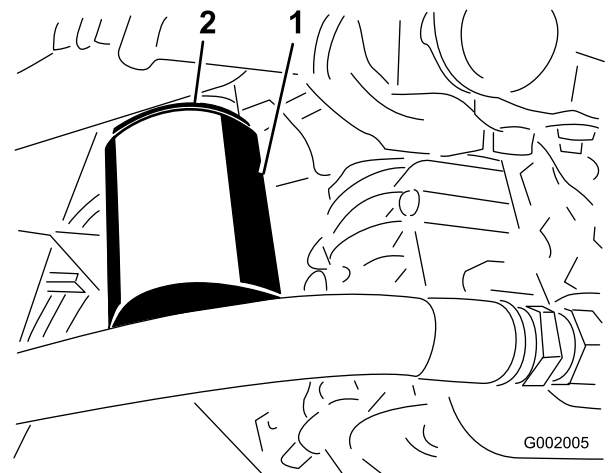

Figura 64
4. Retire el filtro (Figura 64).